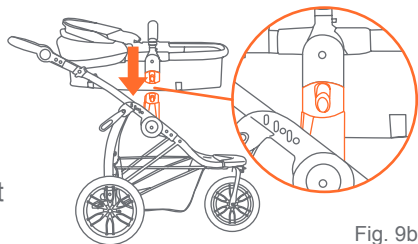

Fig. 9b
- Fixez le siège en alignant les dispositifs d'ancrage sur le côté du siège avec les dispositifs d'ancrage sur le cadre de la poussette et poussez-les ensemble jusqu'à ce qu'ils se mettent en place solidement avec un clic (Fig. 9b). Le siège d'auto peut être orienté vers l'avant ou vers l'arrière.